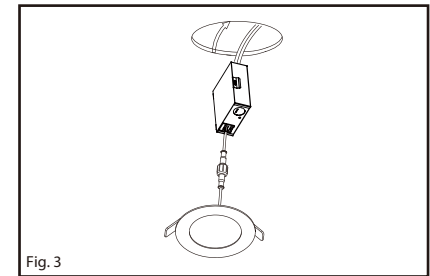

Fig. 3
3. Connect junction box to recessed LED panel with the quick lock connector. (Fig. 3)
4. Place junction box into the ceiling through cut-out. (Fig. 3)
3. Connectez la boîte de jonction au panneau LED encastré avec le connecteur à verrouillage rapide. (Fig. 3)
4. Placez la boîte de jonction dans le plafond à travers la découpe. (Fig. 3)